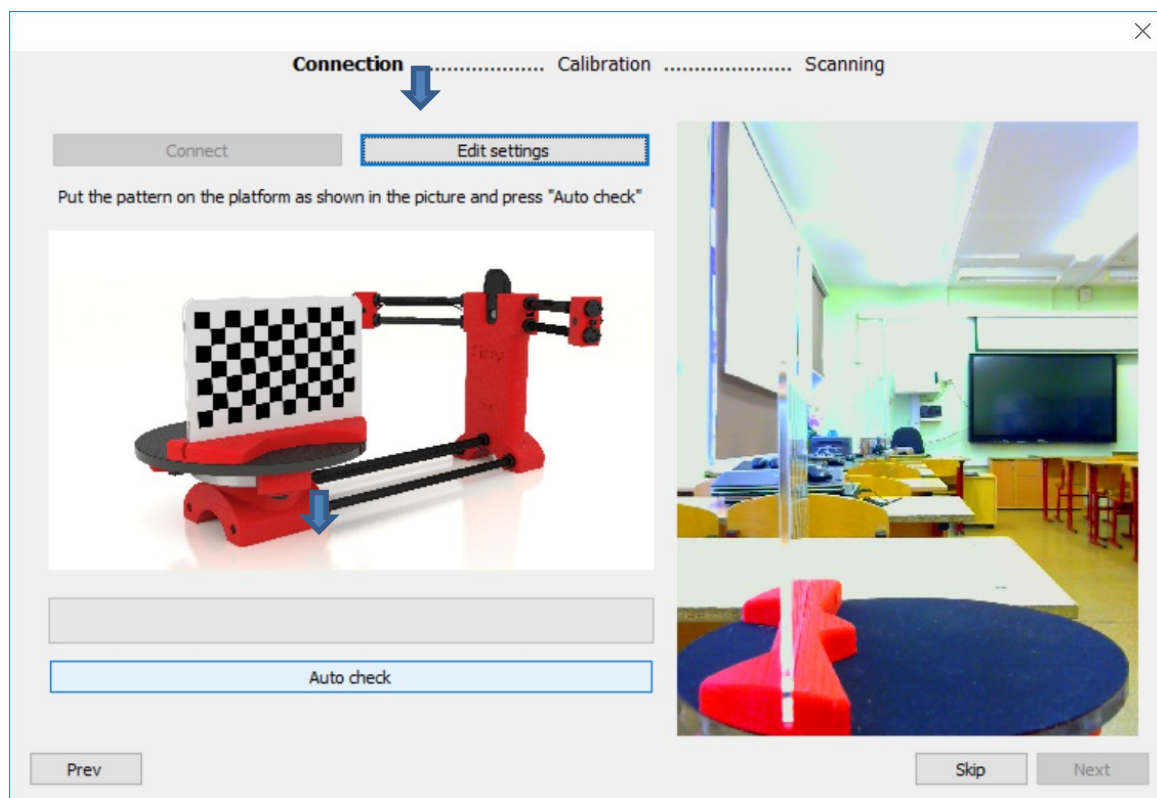

Рис. 30
5. Если шаговый двигатель тоже работает, то перейдем к калибровке. Для этого надо в меню **File** выбрать пункт **Launch wizard** и открыть окно Мастера калибровки (рис. 30). В окне справа на его первом шаге сразу должно присутствовать изображение с веб-камеры (если его нет, то надо нажать кнопку **Connect**).